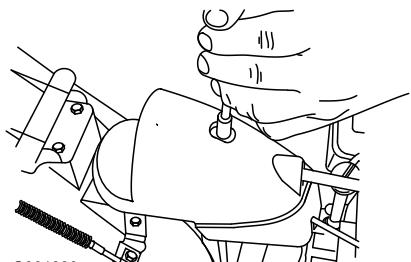

Figura 54
- Togliete l'elemento di fissaggio dal coperchio degli ingranaggi (Figura 54), alzate la parte anteriore del coperchio e spingetela indietro perché non intralci l'operazione.